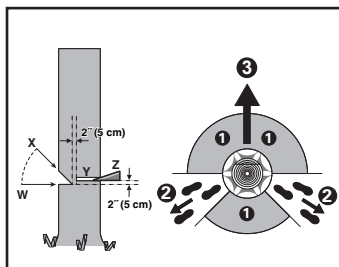

Figure 2
L'utilisateur de la scie à chaîne devrait se tenir sur le côté en amont du terrain, car l'arbre est susceptible de rouler ou glisser le long de la descente une fois qu'il est abattu. Un chemin de retraite doit être prévu et dégagé, au besoin, avant le début des coupes. Le chemin de retraite doit s'étendre en arrière et en diagonale à l'arrière de la ligne de chute prévue comme le démontre la figure 2.
Faites une entaille au tiers du diamètre du tronc sur le côté de l'arbre, perpendiculaire à la direction des chutes comme illustré à la figure 2. Commencez toujours par la coupe de l'entaille horizontale inférieure (W). Cela permettra d'éviter de pincer la chaîne de la scie ou le guide-chaîne lorsque vous effectuez (X) la deuxième entaille.
Le trait d'abattage doit être au moins 2 po (5 cm) au-dessus de la l'entaille d'abattage horizontale, comme illustré à la figure 2. Gardez le trait d'abattage en parallèle à la coupe de l'entaille horizontale. Lors de la coupe, laissez toujours une épaisseur de bois. Cet espace agira comme charnière. Cette dernière empêche l'arbre de pivoter ou de tomber dans la mauvaise direction. Ne pas